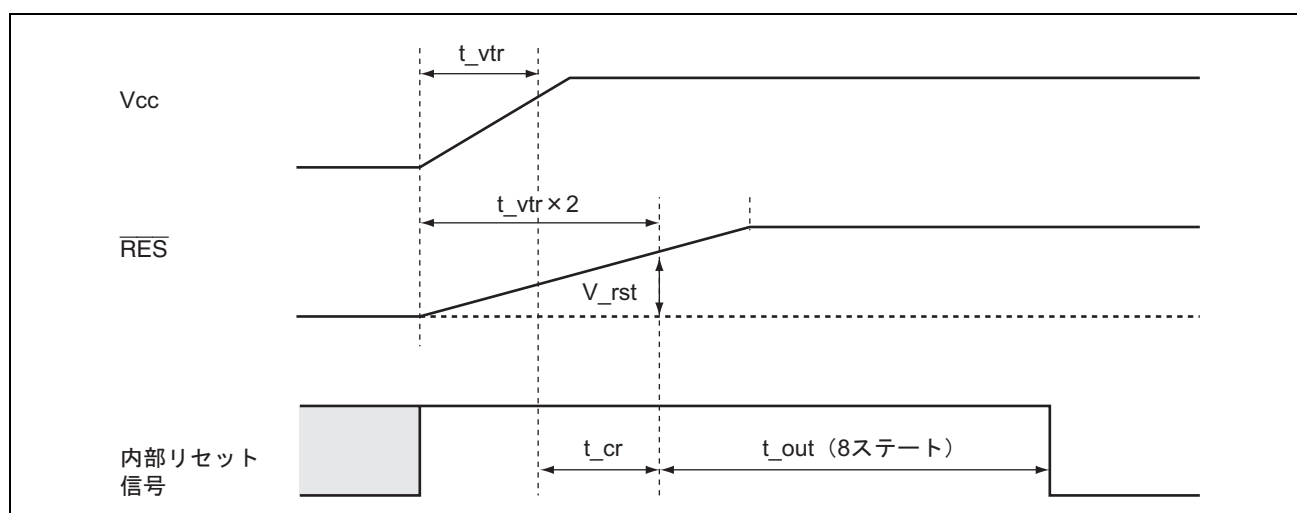

図 23.1 パワーオンリセット回路リセットタイミング
- \*3 パワーオンリセット特性は表 23.7 および図 23.1 を参照してください。